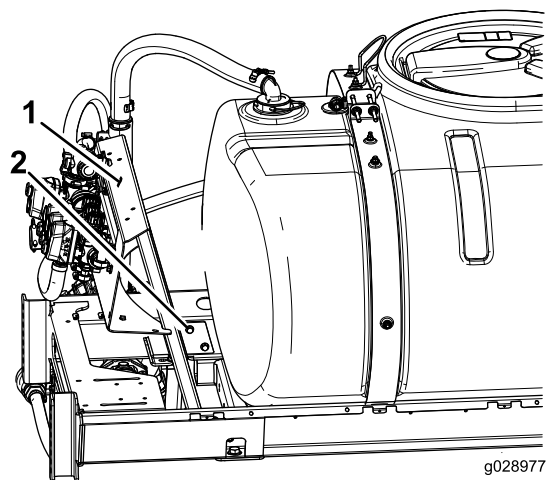

Bild 6
1. Lockern Sie die Schrauben, mit denen die Ventil-Montageschiene am Rahmen befestigt ist (**Bild 6**).